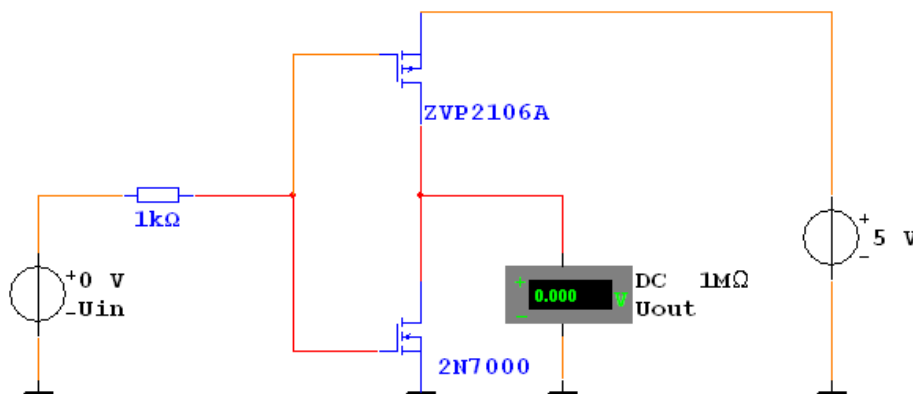

Рис.10.1
10.2.1. Для исследования передаточной характеристики ЛЭ КМОП «НЕ» соберите схему, приведенную на рис.10.1. Изменяя напряжение источника входного сигнала  $U_{in}$  от 0 до 5 В, снимите передаточную характеристику логического элемента – зависимость выходного напряжения от входного и постройте ее график. Необходимое число измерений установите самостоятельно, обращая особое внимание на область перехода от единичного выходного уровня к нулевому. Сделайте выводы о ходе передаточной характеристики и значениях напряжений, соответствующих единичному и нулевому логическим уровням.